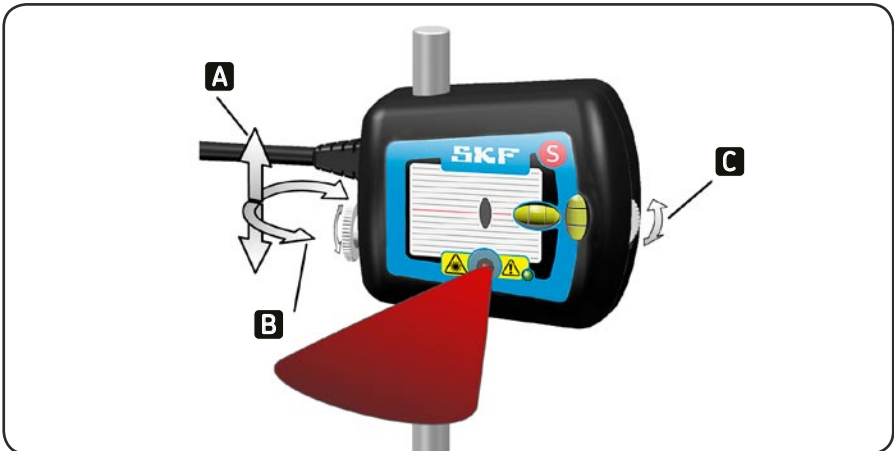

Abb. 10. Laserstrahleinstellung
- c) Für die Grobeinstellung lösen Sie die Messeinheiten, indem Sie die Feststellschraube seitlich an der Messeinheit betätigen (Abb. 10). Auf diese Weise kann die Messeinheit sowohl an der Haltestange herauf- und herabgleiten, als auch nach links oder rechts gedreht werden. Benutzen Sie für die Feineinstellung des Laserstrahls das Justierrad an den Messeinheiten.